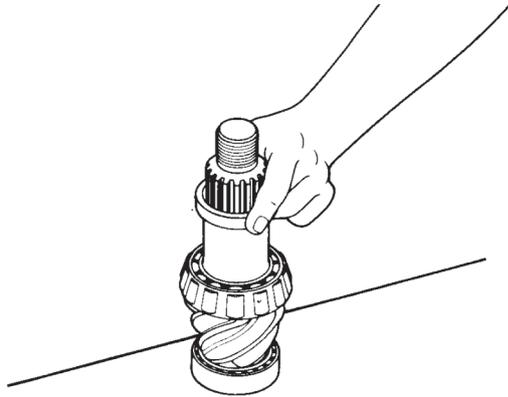

Figura 32
- J - Remova da haste do pinhão, manualmente, os calços de ajuste dos rolamentos. (figura 32).